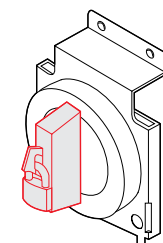

рис. 15
- Вытяните блокировочную пластинку из переднего торца рукоятки, установите и закройте замок. (рис. 15)